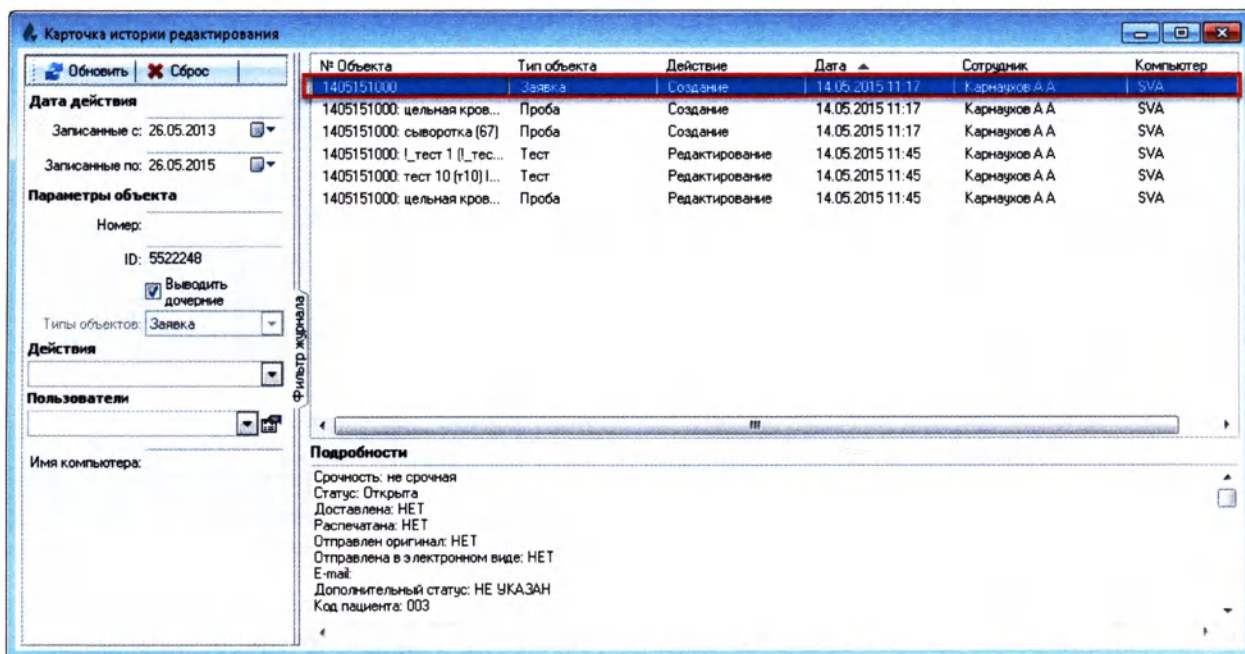

Рисунок 5.42
3. В открывшейся карточке истории редактирования выберите запись, щелкнув по ней один раз левой кнопкой мыши (Рисунок 5.42):